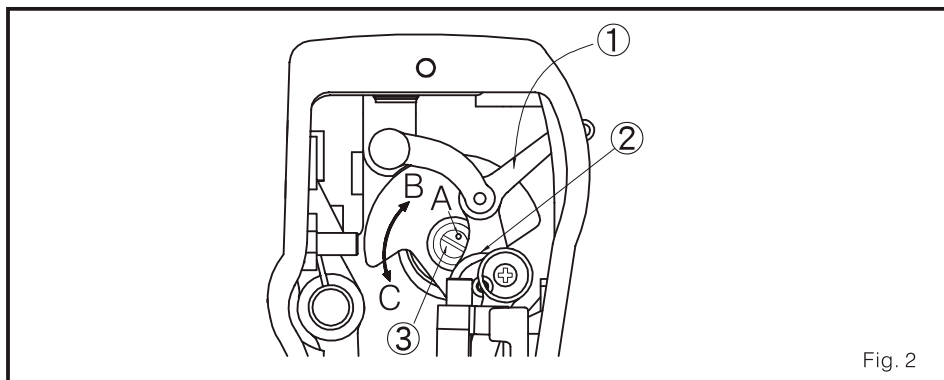

Fig. 2
2. Veja o Ajuste da lâmina de partes do provedor de óleo (Fig. 2)